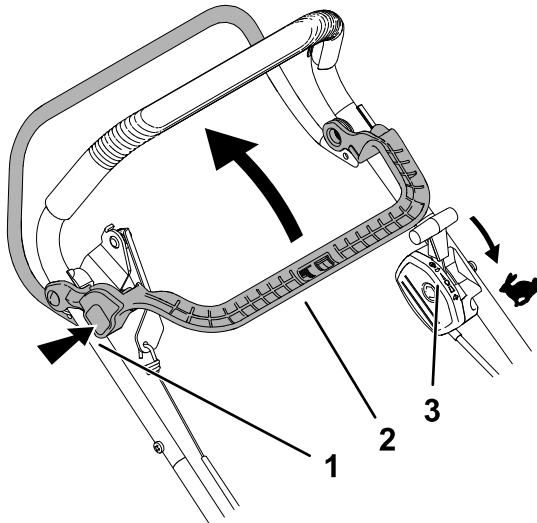

図 16
1. スロットルコントロールレバーが高速位置にあることを確認する **図 16**。
2. ブレードブレーキクラッチBBCラッチボタンを押し、BBCコントロールレバーをハンドル側に引き寄せる **図 16**。